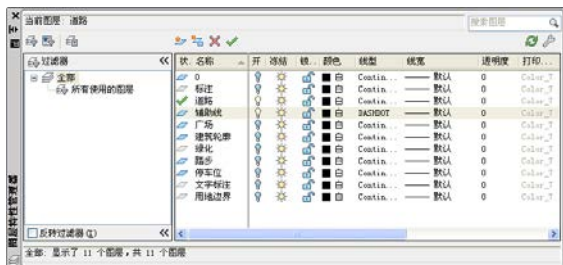
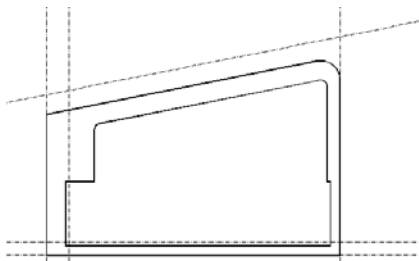

图 15.108 图层特性管理器
图 15.109 道路轮廓线显示结果
(6) 打开图层特性管理器，单击关闭的灯图标处，将打开辅助线图层，如图 15.108 所示，所显示的图形如图 15.109 所示。